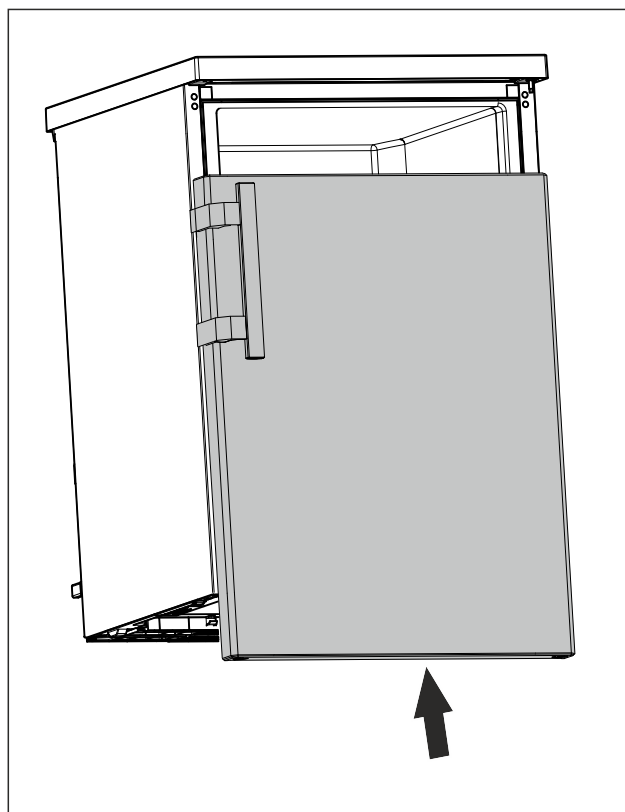

Fig. 19
- ▶ Pomičite zatvorena vrata do gornjeg svornjaka. (pogledajte Fig. 19)